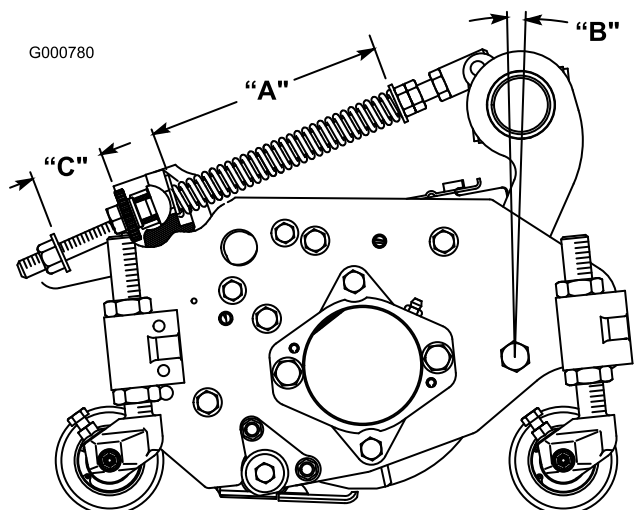

Figura 8
La molla di compensazione del manto erboso (Figura 8) collega il telaio portante all'elemento di taglio e regola l'entità della rotazione avanti e indietro a disposizione, come pure la distanza da terra durante il trasferimento e il cambio di direzione.
1. Serrate il dado di bloccaggio a tergo dell'asta della molla fino ad ottenere una luce di 25 mm tra la parte posteriore della staffa a molla e la parte anteriore della rondella (C) (Figura 8).
2. Serrate i dadi esagonali sul lato anteriore dell'asta della molla, finché la lunghezza compressa (A) della molla non è di 20,3 cm (Figura 8).
**Nota:** Per il taglio di tappeti erbosi irregolari od ondulati aumentate la lunghezza compressa (A) della molla a 21,6 cm, e la distanza (C) tra la parte posteriore della staffa della molla e la parte anteriore della rondella a 38 mm (Figura 8).
**Nota:** Man mano che la lunghezza della molla compressa (A) **diminuisce**, il peso trasferito dal rullo anteriore a quello posteriore **aumenta** e l'angolo di rotazione tra il telaio portante e l'elemento di taglio (B) **diminuisce**.
**Nota:** Man mano che la distanza (C) tra la staffa della molla e la rondella **aumenta**, la distanza dell'elemento di taglio da terra **diminuisce** e l'angolo di rotazione tra il telaio portante e l'elemento di taglio (B) **aumenta**.